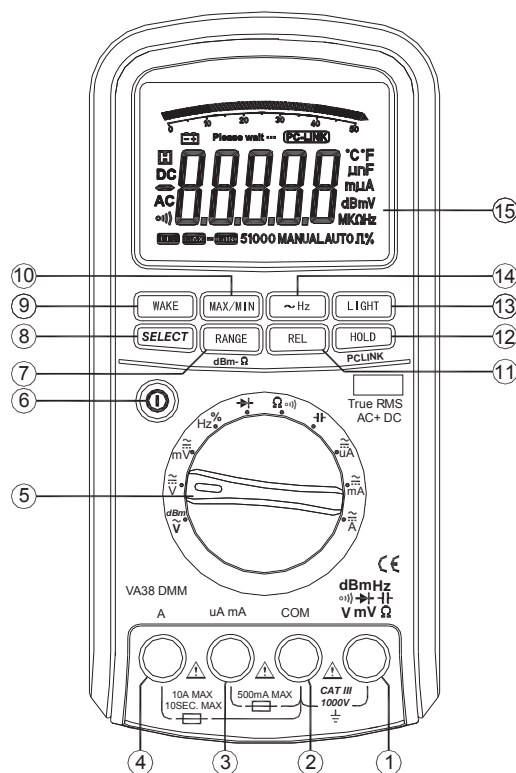

Рис. 1
- Возможность как автоматического, так и ручного выбора диапазона измерений. Выбор метода определения диапазона производится по нажатию кнопки RANGE (поз.7 рис.1).
- Измерение частоты переменного напряжения или тока. Для этого в режиме измерения надо нажать кнопку Hz (поз.14 рис.1).
- Возможность проведения относительного измерения (мгновенное измеренное значение соотносится с определенным уровнем) при помощи кнопки REL (поз. 11 рис.1)
- Фиксация максимального и минимального измеренного значения. Производится при помощи нажатия на кнопку MAX/MIN (поз.10 рис.1).
- Возможность автоматического выключения или непрерывного измерения. Обеспечивается нажатием на кнопку WAKE (поз.9 рис.1).
3. При помощи кнопки **SELECT** (поз.8 рис.1) выберите измеряемую величину.
3. При помощи кнопки **SELECT** (поз.8 рис.1) выберите требуемый режим.